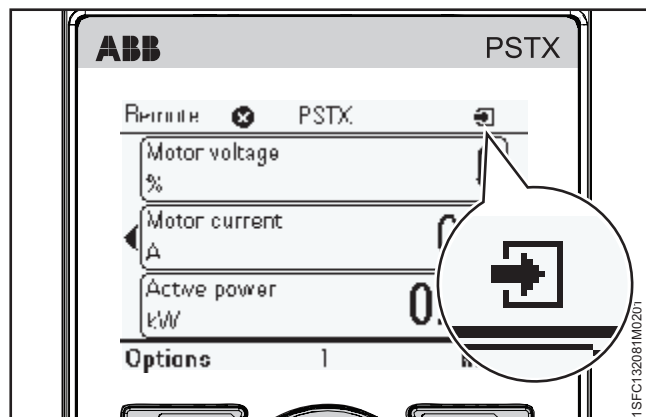

Abbildung 6.11
2. Serviceprofil. Siehe **Abbildung 6.11**